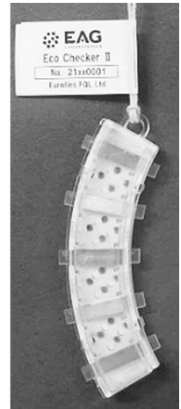

図1
- 添付の記入用シールに設置場所と取付日を記入後、図1のようにひもに取り付けてください。